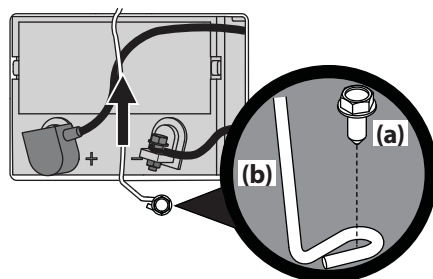

Figure 4-10
1. Retirez le boulon hexagonal (a) qui fixe la tige de retenue de la batterie (b) au châssis. Faites pivoter la tige de retenue de la batterie (b) vers le haut et retirez la batterie. Voir Figure 4-10.